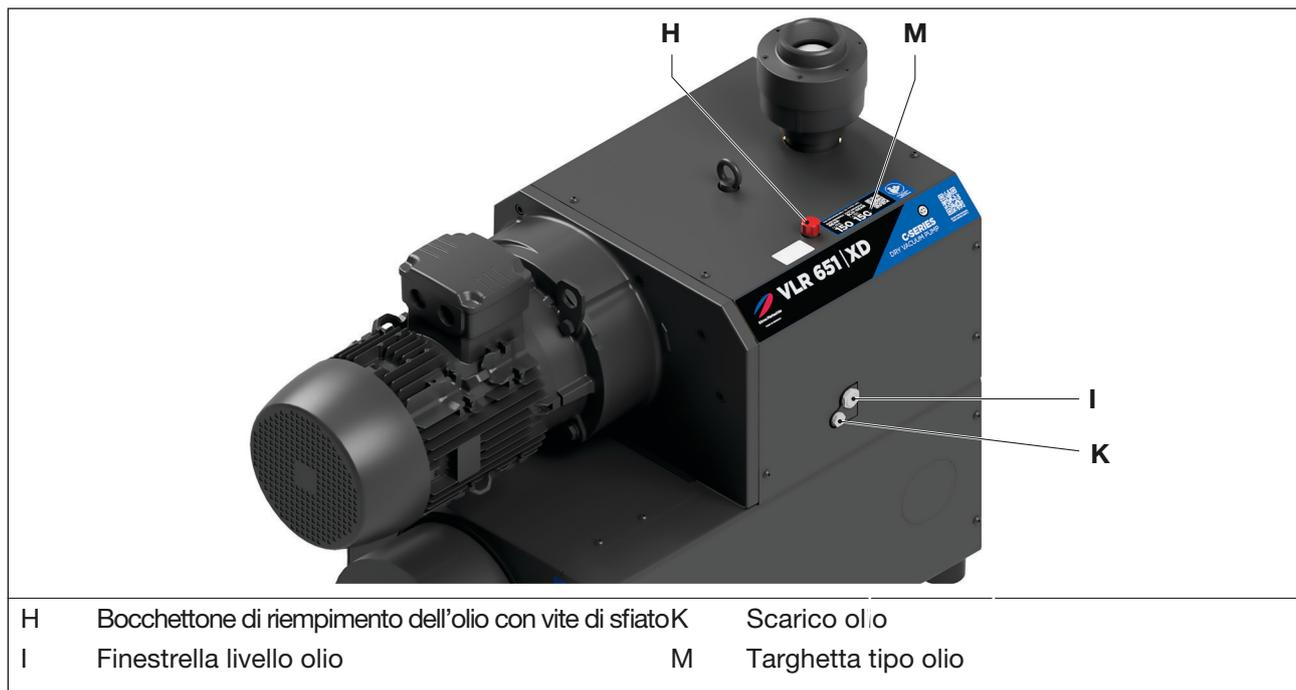

Fig. 5 Sostituire l'olio
Come mezzo di esercizio consigliamo l'uso di oli Elmo Rietschle (vedi targa oli consigliati (Fig. 5/M)) e Tab. 3 a pagina 30:
Controllare mensilmente il livello dell'olio attraverso le finestrelle di ispezione olio (Fig. 5/I).
- b) Aprire il tappo del bocchettone di riempimento dell'olio (Fig. 5/H) e riempire l'olio fino al bordo superiore della finestrella livello olio (Fig. 5/I).
- b) Chiudere il bocchettone di riempimento dell'olio (Fig. 5/H) e lo scarico dell'olio (Fig. 5/K) e scaricare completamente l'olio esausto.
- c) Chiudere il bocchettone di scarico dell'olio (Fig. 5/K) e riempire di olio nuovo attraverso il bocchettone di riempimento dell'olio (Fig. 5/H).
Controllare il livello dell'olio attraverso le finestrelle di ispezione (Fig. 5/I).
- d) Chiudere la vite del bocchettone di riempimento dell'olio (Fig. 5/H).